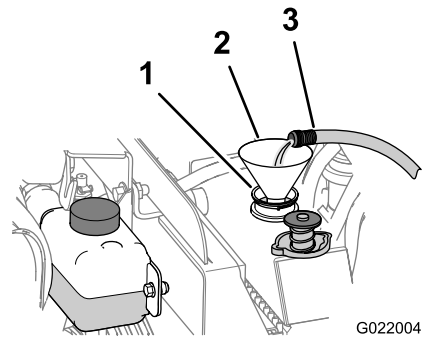

Bild 104
- B. Füllen Sie den Kühler mit sauberem Wasser (Bild 104).